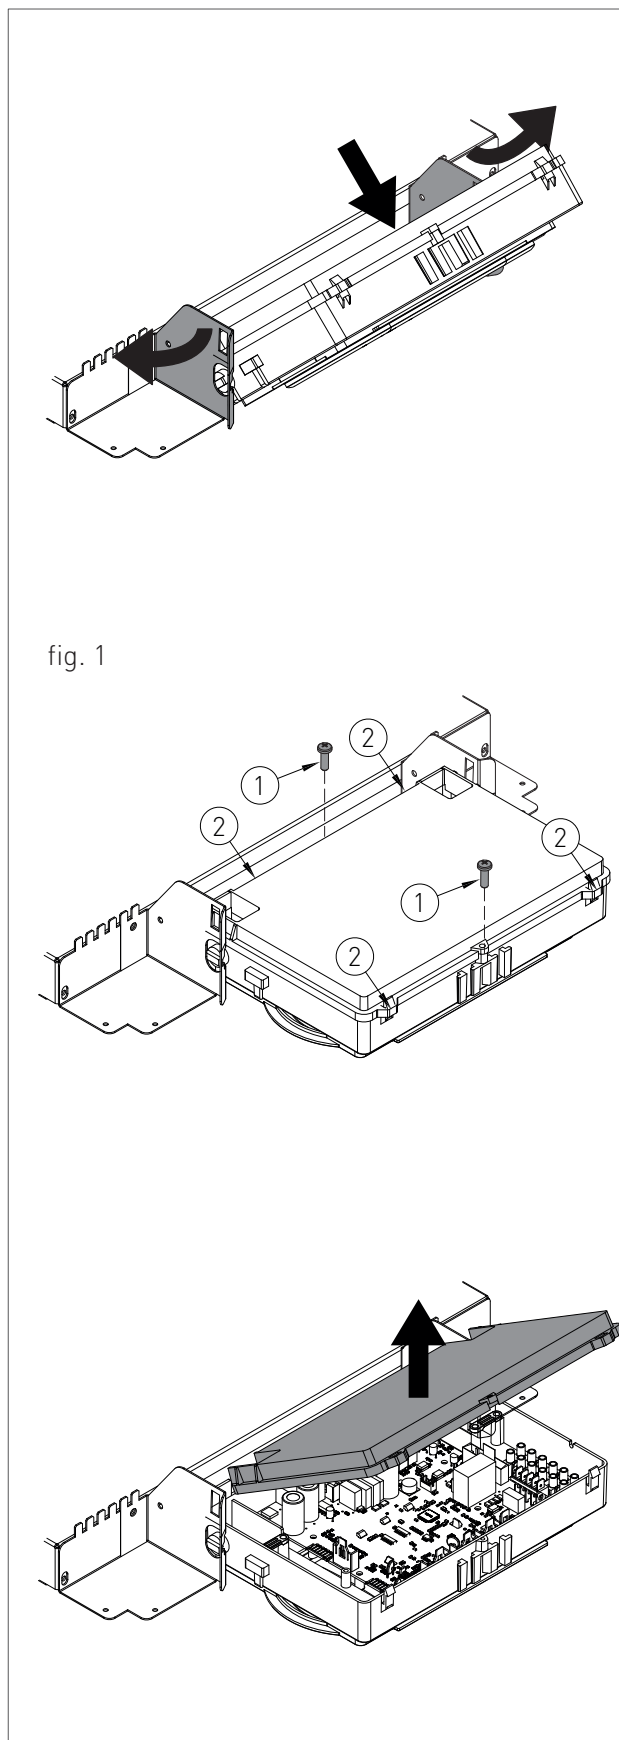

fig. 1
- > svitare le due viti di fissaggio '1' - fig. 1;
- > disimpegnare i quattro ganci '2' - fig. 1;
- › ruotare il rubinetto di scarico RS del generatore (fig. 1) e se presenti, del compensatore idraulico e dei collettori dell'impianto;